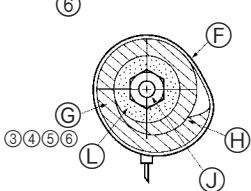
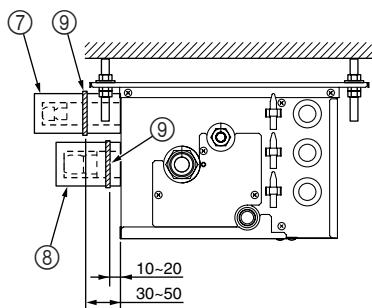

Fig. 7-3
Fig. 7-4
⑦ Sección de la conexión (Fig. 7-3)
⑧ Cinta ⑨
⑩ Cubiertas de los tubos ⑪ ⑫ ⑬ ⑭
⑮ Apretar
⑯ Material térmico aislante para los tubos de refrigerante
⑰ Tubos de refrigerante
► Utilice los siguientes procedimientos para la parte de conexión interior cuando la unidad interior no está conectada. (Fig. 7-4)
- (1) Para evitar fugas de refrigerante, asegúrese de que las tuercas abocardadas están apretadas según los pares\* especificados en la tabla 3.